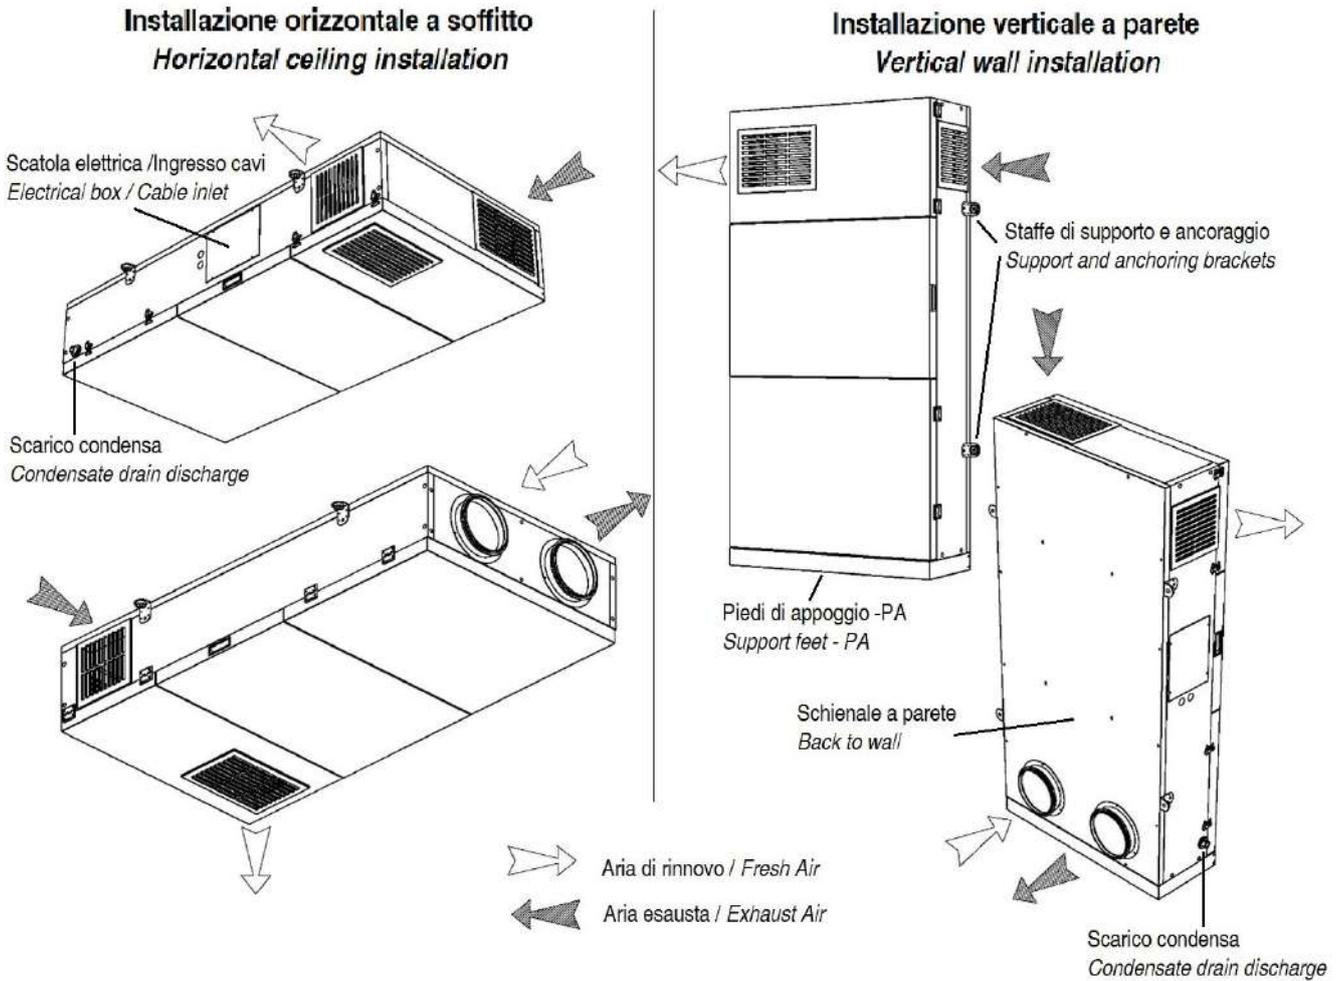

Fig.18
- Nell'eventualità che la macchina debba essere installata sospesa bisogna prevedere un sistema di aggancio a soffitto per ciascuna delle sezioni che compongono l'unità di trattamento (Fig. 18).
- *If the unit is hung from the ceiling all the sections that make up the air handling unit must be connected to the ceiling (Fig. 18).*